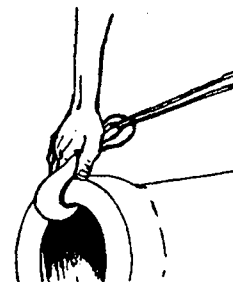

FIG. 5
- b) Coloque o cabo de extensão do tirfor prendendo o gancho na bolsa do tubo a ser acoplado (fig. 5).